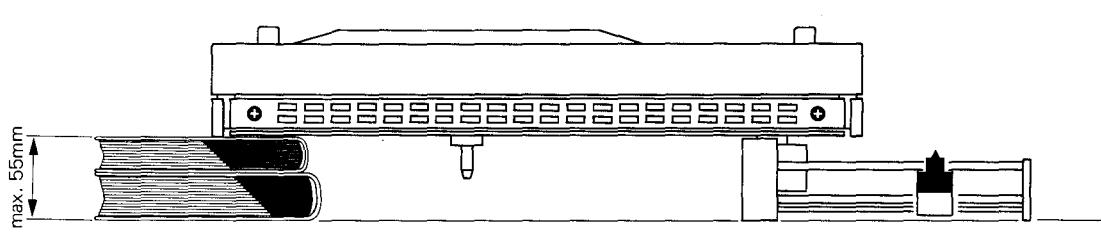

Fig. 1
– Plattenspieler mit der Oberseite auf die Unterlage und die ausgeschwenkte Tonarmführung legen (Fig. 1)